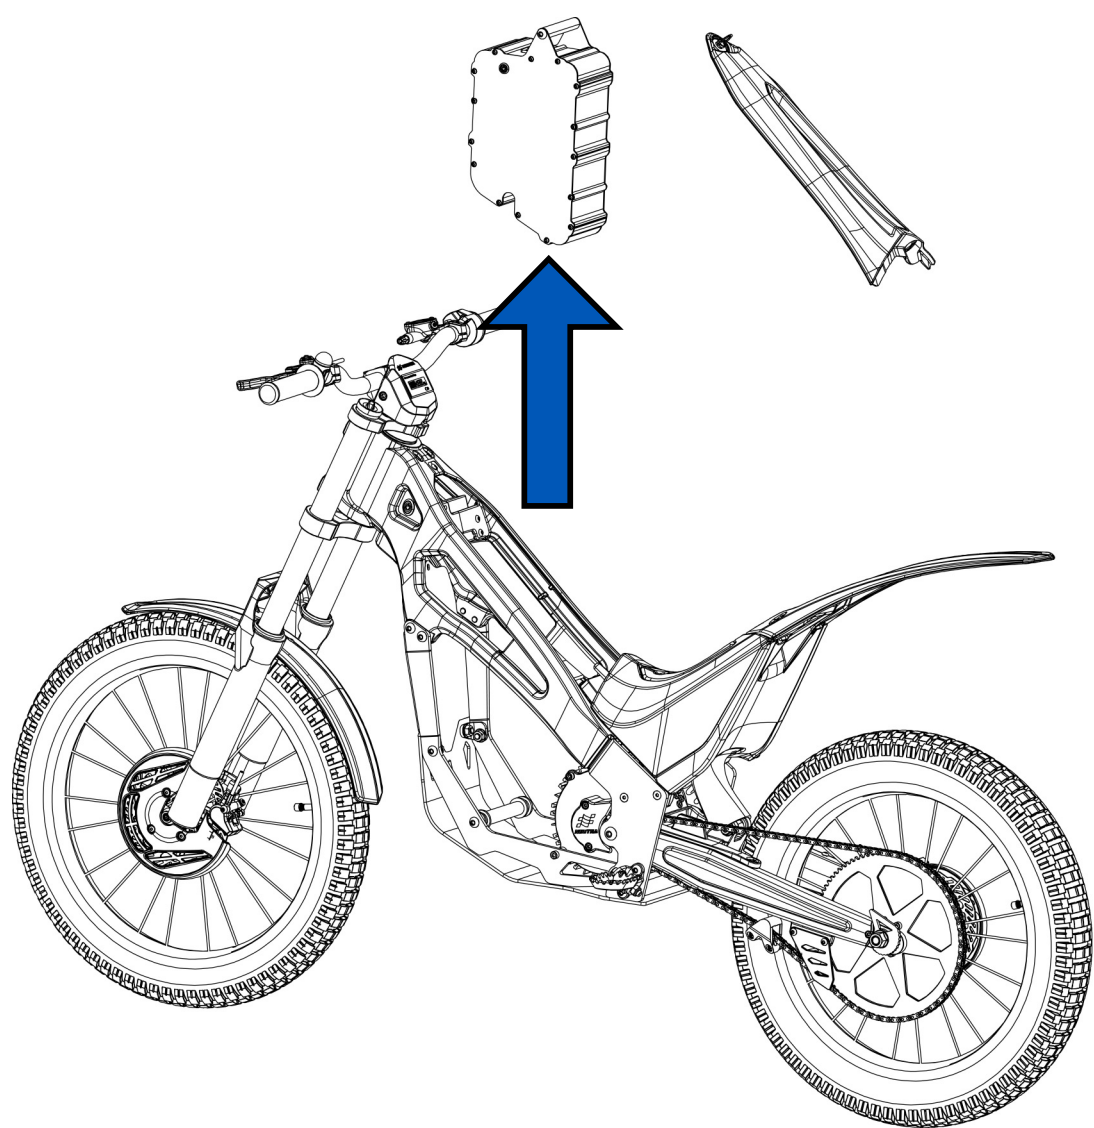

Fig. 28
- 6- Seguidamente, puede extraer la batería de la motocicleta (Fig. 28).